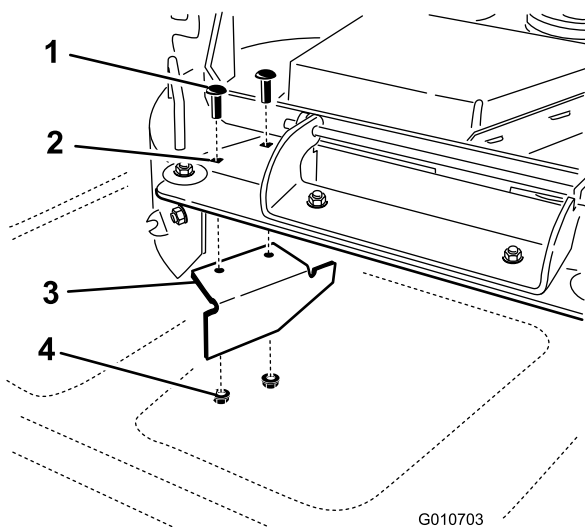

Bild 35
13. Sie finden das Versatzablenkblech in den losen Teilen. Entfernen Sie die Befestigungen an den hinteren Löchern der Auswurfplatte. Befestigen Sie das Ablenkblech an der Seitenauswurföffnung am Mähwerk (Bild 35).